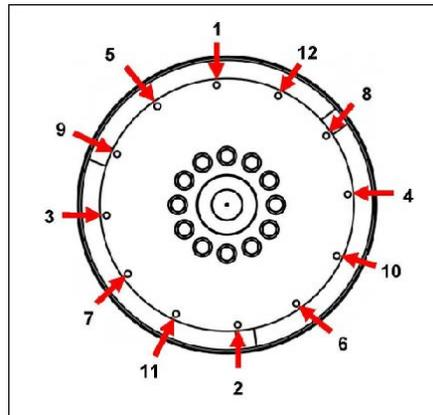

ABBILDUNG 24. REIHENFOLGE DER BEFESTIGUNG
10. Die Ausrichtungsstifte entfernen. Die Kupplungsschrauben unter Verwendung von Hochlast-Unterlegscheiben unter den Köpfen anbringen. Kupplungsbefestigungsschrauben am Schwungrad in der vorgeschriebenen Reihenfolge festziehen. Sieh dazu Abbildung 24 auf Seite 48.